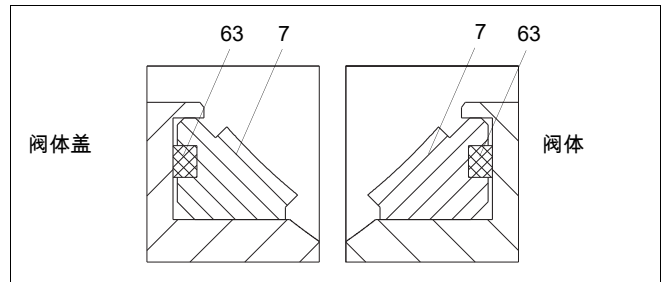

图 24 S 阀座（2"）
- 将背密封（63）放入球座（7）中，请参见图 24。将阀座放入阀体（1）中。